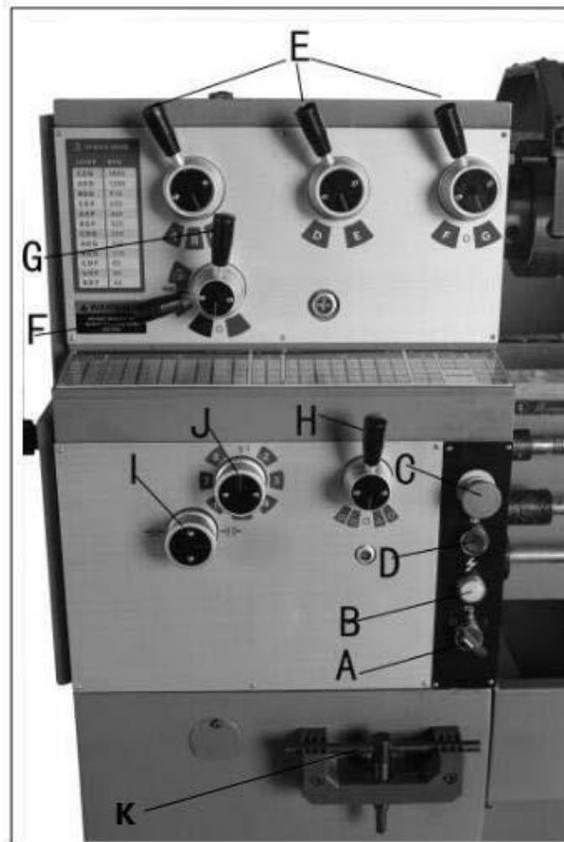

Рисунок 14
**Переключатель подачи охлаждающей жидкости** (А, рис. 14) – включает и выключает насос охлаждающей жидкости.
**Переключатель экстренной остановки** (С, Рис. 14) – при нажатии прекращаются все функции машины.
**Переключатель для толчкового движения шпинделя** (D, Рис. 14) – нажать и отпустить для кратковременного движения шпинделя.
**Рычаги изменения скорости передней бабки**(Е, Рис. 14) - Расположены на передней части бабки. Для нужной настройки перемещайте рычаги в соответствии с таблицей скоростей.
**Рычаг направления ходового винта/ходового вала** (F, Рис. 14) - расположен на передней части передней бабки. Поворот рычага вверх приводит к перемещению каретки к задней бабке; поворот рычага вниз приводит к перемещению каретки к передней бабке (когда патрон вращается вперед или против часовой стрелки). Не перемещайте рычаг во время работы машины.
**Рычаг переключения ходового винта/ходового вала** (G, Рис. 14) расположен на передней части передней бабки. Используется при настройке резьбы или подачи.
**Рычаг переключения резьбы** (H, Рис. 14) – расположен на передней части коробки скоростей. Используется при настройке для выбора подачи и резьбы. Положения "F" и "D" для ходового вала. Позиции "E" и "C" для винтового вала. Позиция "0" - нейтральная.
**Ручка блокировки** (I, рисунок 14) - расположена на передней части коробки скоростей. С помощью этой ручки в положении «6 часов» можно отрегулировать ручку селектора скорости /подачи (J, рис.14). С помощью **ручки в положении «12 часов»** ручка селектора скорости /подачи (J, рис.14) заблокирована.
**Ручка управления скоростью /подачей** (J, рис.14) расположена на передней части